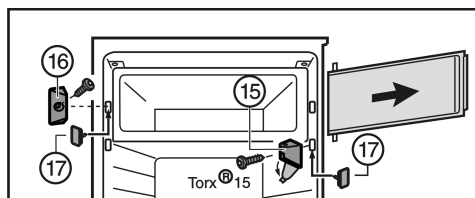

Fig. 7
- Afdekking aan lagerbus Fig. 7 (15) wegklappen.
- Lagerbus Fig. 7 (15) met de vakdeur losdraaien.
- Sluitstuk Fig. 7 (16) losdraaien.
- De vrij geworden gaten met de meegeleverde stoppen Fig. 7 (17) sluiten.